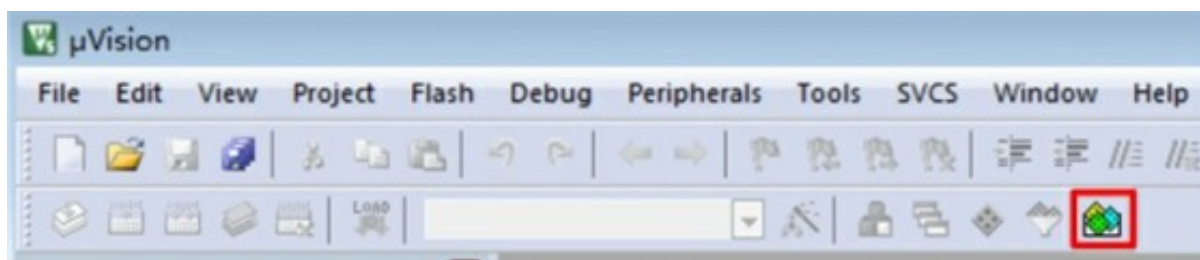

图 20: 启动 Pack installer
(2) 点击如图 20 所示的图标，启动 Pack Installer。